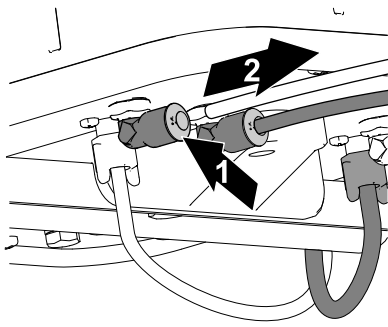

図 15
2. ロッキングカラーを押し込む 図 15。
3. フィッティングからチューブを引き出す 図 15。